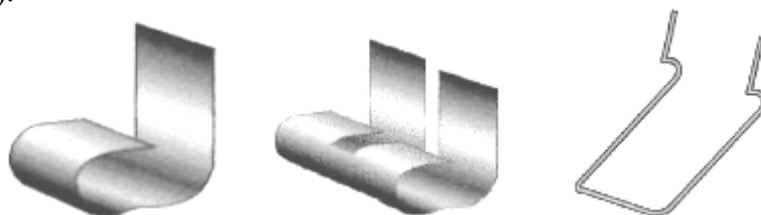

Рис. 9 – Одинарный зажим, двойной зажим, соединительная скоба
- ✓ При монтаже **НЕ используются слесарные инструменты и сварочное оборудование.** Монтаж элементов ограждения производится при помощи зажимов, соединительных скоб (Рис. 9).